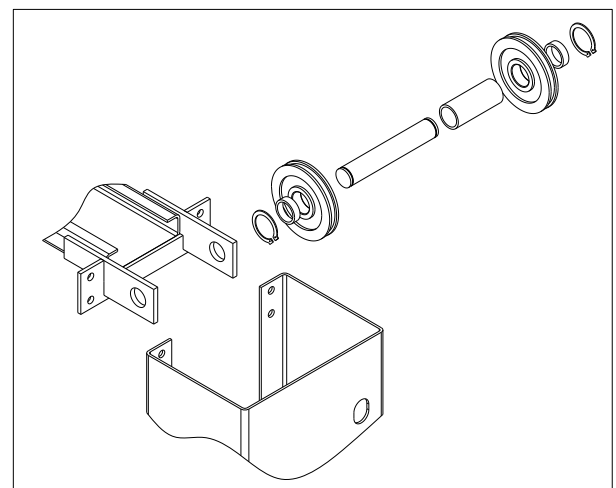

Abb. 34
- ◆ Verbinden Sie die Querträger mit beiden Säulen mit beiden Säulen **Abb. 34**. (**Beachten Sie, dass sich der begrenzte Schalter innerhalb der Hauptsäule befindet.**)